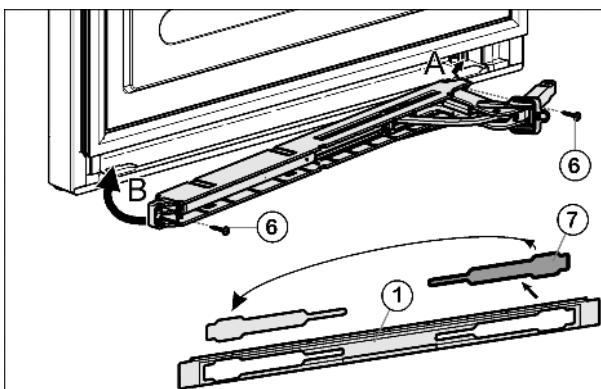

Fig. 10
- ▶ Освободите крышку Fig. 10 (7) из накладки Fig. 10 (1) и снова установите её на другой стороне.
- ▶ Зацепите (A) и поверните (B) узел амортизатора закрывания дверцы шарниром в сторону шарнира.
- ▶ Прикрутите (2 шт. Torx® 15) Fig. 10 (6) узел амортизатора закрывания дверцы.